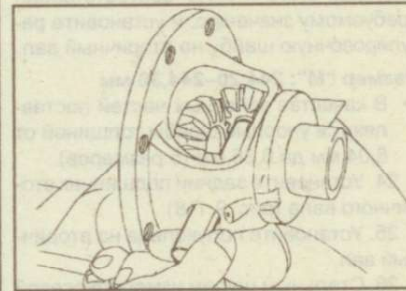

Рис. 9.131. Установка оси сателлитов
4. Через отверстия в коробке дифференциала и сателлитах вставьте ось сателлитов (рис. 9.131).